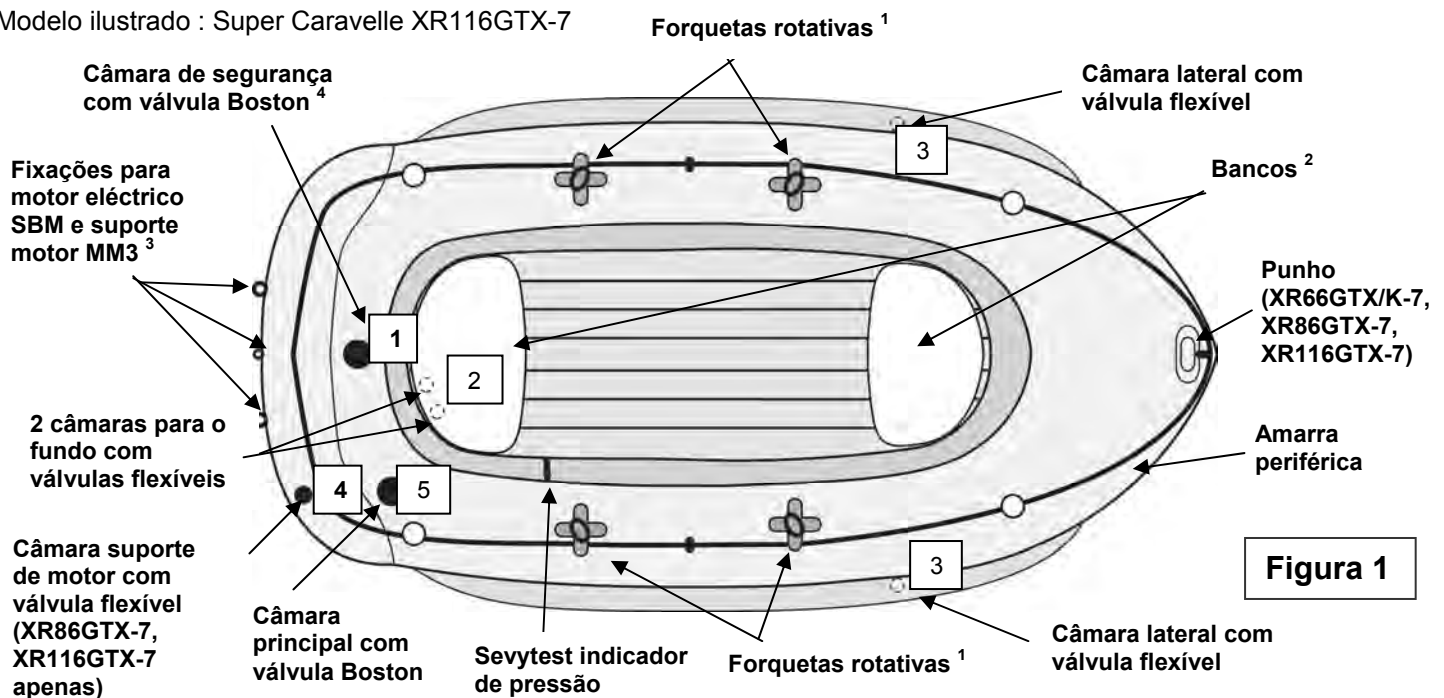

Figura 1
a) Válvula(s) Boston (figura ao lado): desaparafuse a tampa da válvula (1), aparafuse o corpo da válvula (2) na base da válvula (3); mantenha esta a tampa acessível. Introduza a extremidade do tubo da bomba na válvula e encha até atingir o nível de pressão recomendado (ver ponto 3). Após o enchimento, feche bem todas as válvulas com as suas tampas (nos sentido dos ponteiros do relógio). **N.B.:** uma ligeira fuga de ar antes do fecho das válvulas com as suas tampas é normal. Apenas a tampa das válvulas assegura a **ESTANQUIDADE**.
2. Encha o barco segundo a ordem de enchimento indicada na placa matrícula impressa no barco (ver também a figura 1, a numeração das válvulas).
O seu barco está equipado com um indicador de pressão Sevytest que permite verificar a pressão. Encher primeiro a câmara de segurança (ver figura 1) até à marca "A" do Sevytest e depois a câmara principal (ver figura 1) até à marca "B". **Sobrepresão:** esvazie até atingir o nível de pressão recomendado. **Baixa de pressão:** volte a encher ligeiramente. **N.B.:** acontece que o indicador de pressão SEVYTEST não regressa à sua posição inicial após enchimentos frequentes devido a um alongamento do PVC sob a influência da pressão de enchimento. Mas, ainda assim, pode verificar se ele está posicionado nos limites dos níveis de pressão recomendados.